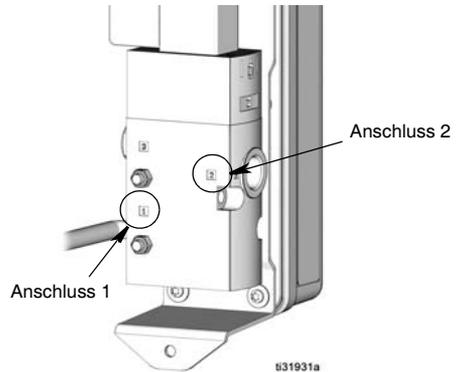

ABB. 32
6. Gewindedichtmittel auf das Außengewinde der Fittings auftragen. Luftzufuhr an Anschluss 1 (ABB. 32). anschließen.
7. Gewindedichtmittel auf das Außengewinde des Fittings auftragen. Leitung an Pumpenlufterinlas an Anschluss 2 (ABB. 32) anschließen.